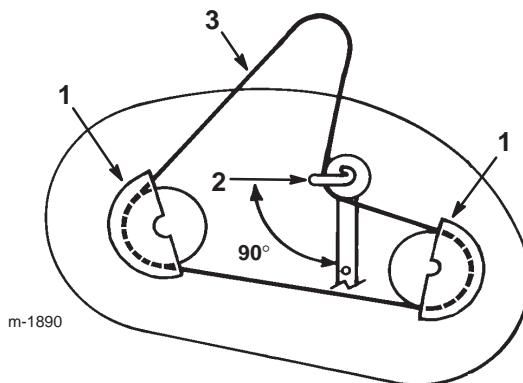

Figure 46
- Enlevez les vis de fixation des cache-poulie et déposez les cache-poules des deux poulies d'entraînement des lames (Fig. 46).
- Desserrez, sans les enlever, le boulon et l'écrou de fixation du galet tendeur et de son guide-courroie (Fig. 46).
- Positionnez le guide-courroie du galet tendeur de sorte qu'il soit dirigé vers la gauche, à 90° par rapport au bras de tension (Fig. 46).
- Posez les cache-poulie gauche et droit à l'aide de leurs vis de fixation (Fig. 46).